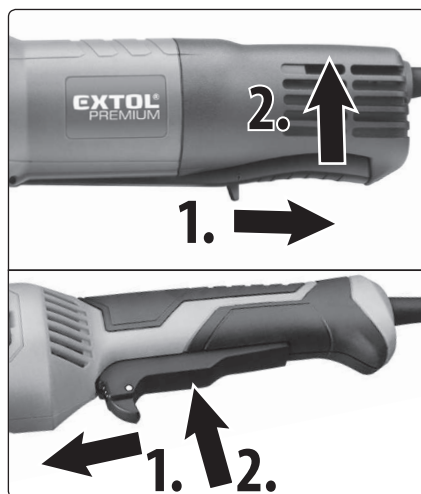

Abb. 15; Schritt 1. Entriegelung, Schritt 2. Einschaltung
- Der Winkelschleifer kann den Betriebsschalter unten auf dem Handgriff haben, wobei vor dem Drücken des Betriebsschalters muss die Entriegelung des Betriebsschalters nach Abb. 15, Schritt 1 und 2 erfolgen. Bei dieser Ausführung des Betriebsschalters, die insbesondere für die größeren und großen Winkelschleifer typisch ist, kann der Betriebsschalter aus Sicherheitsgründen in der Stellung „EIN“ nicht verriegelt werden.